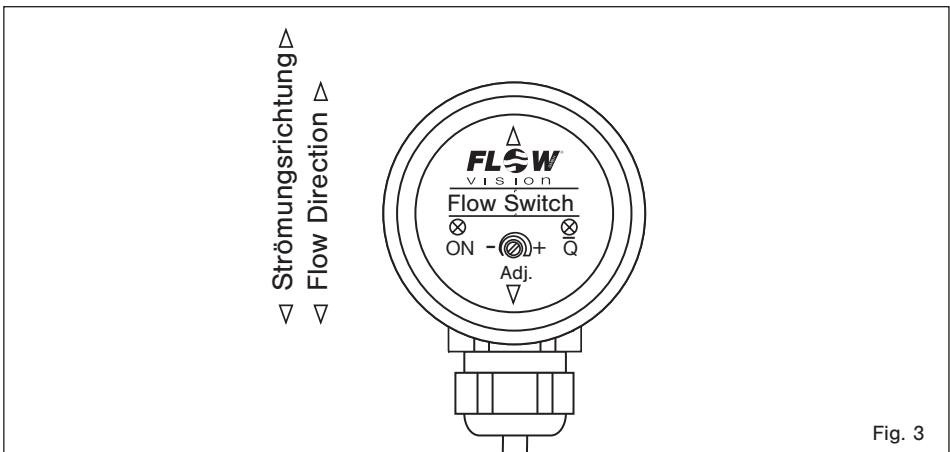
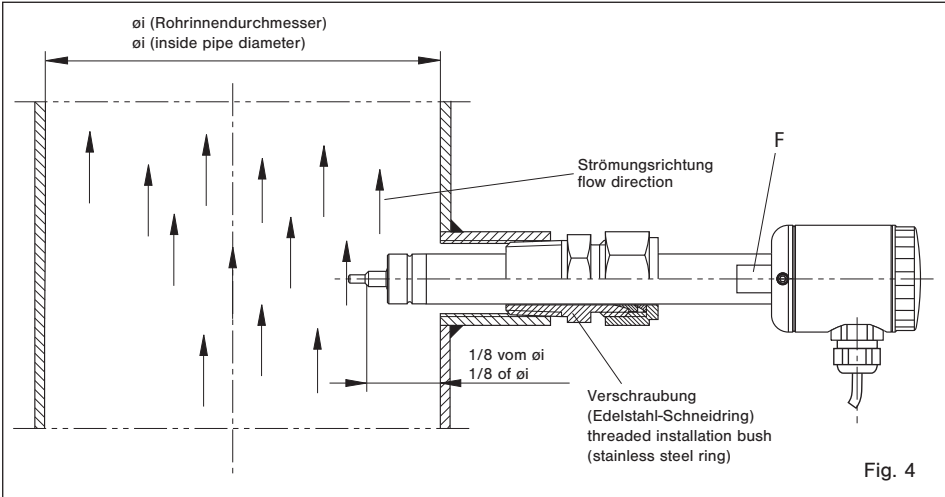

Fig. 3
Fig. 4
- Die beiden Messfühler (S) müssen nebeneinander im Strömungsmedium liegen (siehe Fig. 2). Dies ist der Fall, wenn die Schlüsselansatzflächen (F) parallel zur Rohrleitung stehen (siehe Fig. 4) und die Markierung auf der Frontplatte mit der Strömungsrichtung übereinstimmt (siehe Fig. 3).
Der Absatz der Messfühler (7 mm ab Spitze gemessen) sollte etwa bei 1/8 des Rohrrinnendurchmessers ϕ_i liegen (siehe Fig. 4).
- The two sensors (S) on the flow monitor must be aligned side by side directly across the direction of flow (see fig. 2). The sensors are correctly positioned when the wrench flats (F) are aligned parallel with the pipeline (see fig. 4) and when the marking on the front matches the flow direction (see fig. 3).
The bevel of the sensors (measured 7 mm/.28 in. from top) should be positioned at about 1/8 of the inside pipe diameter ϕ_i (see fig. 4).